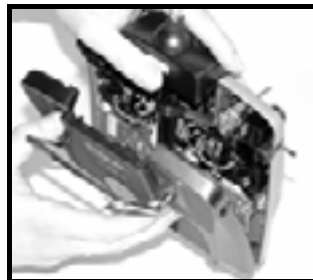

Abb. 9.4.1.2.
- Sender mit beiden Händen halten und mit den Daumen die rückseitigen Verschlusschieber nach unten (Richtung „OPEN“) schieben (→ Abb. 9.4.1.1.).